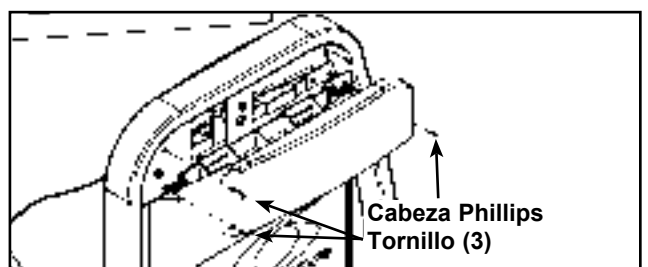

Figura 13
- C. Instalar los tres tornillos principales Phillips asegurar el superior cubierta (trasera). Ver Figura 13.